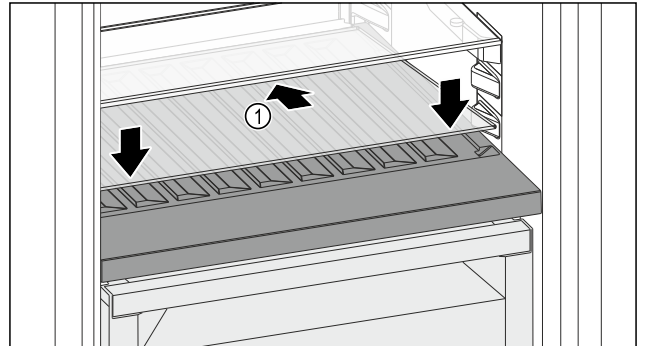

Fig. 116
- ▶ Вставте скляну полицю Fig. 116 (1) під кутом, нахиливши назад і донизу.
- ▶ Опустіть скляну полицю Fig. 116 (1) вперед.